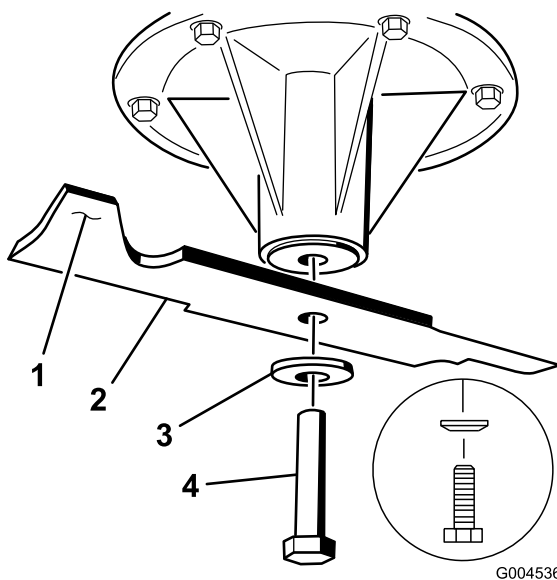

Figure 76
2. Enlevez le boulon, la rondelle bombée et la lame de l'axe (Figure 76).
3. Si la lame est déséquilibrée, limez un peu l'extrémité de l'ailette seulement (Figure 76).